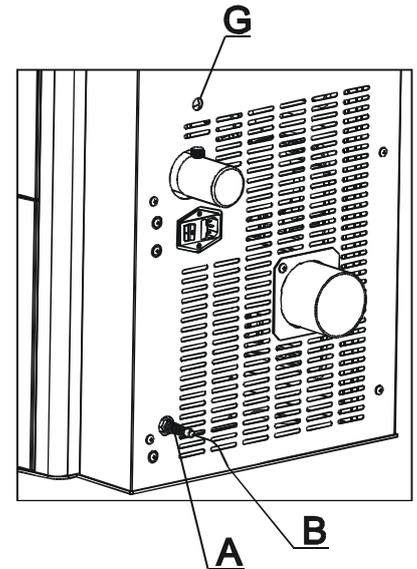

Fig.7 Sonde ambiante
La sonde ambiante (B) est positionnée à l'arrière du poêle, à côté de l'interrupteur. L'on conseille d'extraire la sonde ambiante afin que celle-ci sorte comme sur la figure 7 (environ 10 cm). De cette manière, elle ne ressent pas des températures du poêle. L'on conseille de faire cette opération en phase d'installation car, avant d'extraire la sonde (B), il faut enlever le collier (C) qui la retient ; une opération possible en agissant de l'intérieur du poêle, donc sans les côtés. Pour extraire la sonde (B) il faut dévisser le capuchon de protection (A) et tirer lentement la sonde (B). Après avoir suffisamment extrait la sonde (B) refermer le capuchon de protection (A).